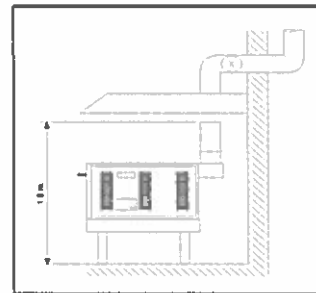

FIG. 13 (ÉVACUATION FORCÉE SOUS HOTTE)
- 3) ÉVACUATION FORCÉE SOUS HOTTE (FIG.13)